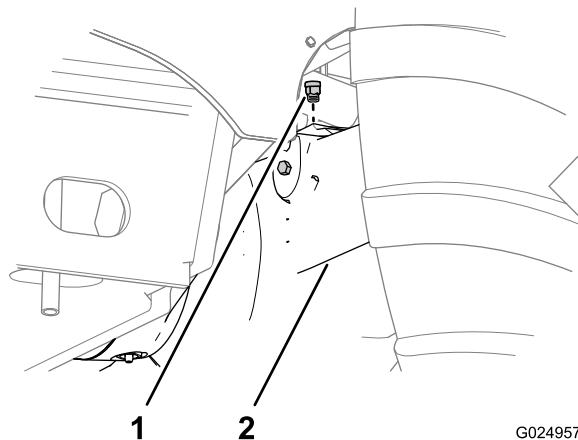
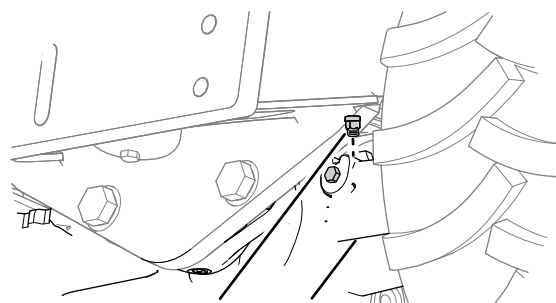

Рисунок 92
Рисунок 93
- Очистите поверхность вокруг сапунов с помощью очищающего растворителя (Рисунок 92 и Рисунок 93).
- Снимите сапуны с переднего и заднего моста (Рисунок 92 и Рисунок 93).
- Установите сапуны в передний и задний мосты (Рисунок 92 и Рисунок 93).